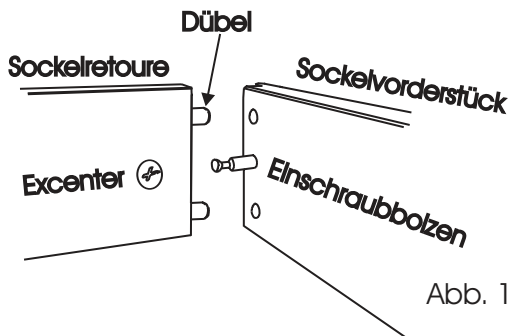

Abb. 1
2. Zeichnen Sie die Position der Kufen an. Hierzu verwenden Sie die mitgelieferte Schablone und halten diese an der vorderen und seitlichen Kante des Unterbodens bündig an. (Abb. 1)
1. Montieren Sie die Sockel-Retouren mit dem Sockelvorderstück. Hierzu stecken Sie jeweils einen Excenter und zwei Dübel (Ø8x30) in die Sockel-Retouren. Schrauben Sie in das Sockelvorderstück links und rechts einen Einschraubbolzen ein. (Abb. 1)
Ist ein Nachstellen notwendig, können Sie die Türen wie in Abb.1 einstellen.